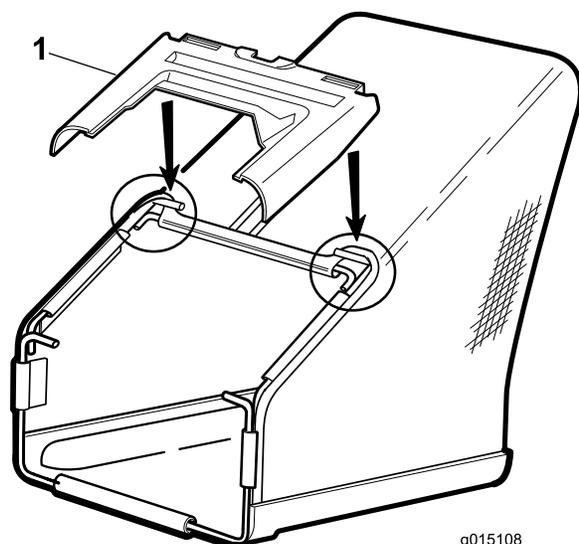

Figure 5
- Placez le couvercle en plastique sur l'armature du bac, comme illustré à la Figure 5.